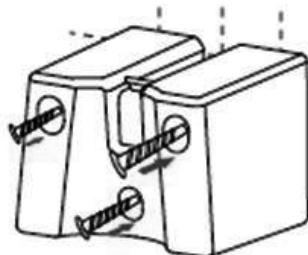

Abb. 8
4. Stecken Sie die 3 Schrauben in die Löcher und drehen Sie diese gründlich fest (Abb. 8).